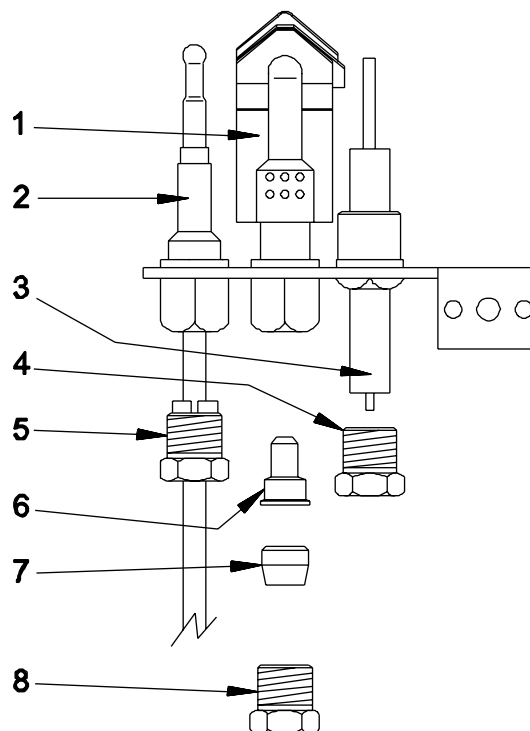

Abb. 18
- Einen Schlüssel 10mm. beim Zündflammenkorporus (pos. 1 Beim Bild *** 'Abb. 18' on page 44 ***) positionieren, um eventuelle Verdrehungen auszugleichen ;
- con una chiave da 10 mm, svitare il dado di fissaggio della condotta del gas (pos. 8 Beim Bild *** 'Abb. 18' on page 44 ***) e smontare quest'ultima;
- Mit dem Schlüssel 10mm. die Befestigungsmutter der Gasleitung abschrauben (pos. 6 Beim Bild *** 'Abb. 18' on page 44 ***) und die geeignete Düse einbauen (siehe "Tabelle 2: Brenner- und Düseneigenschaften");